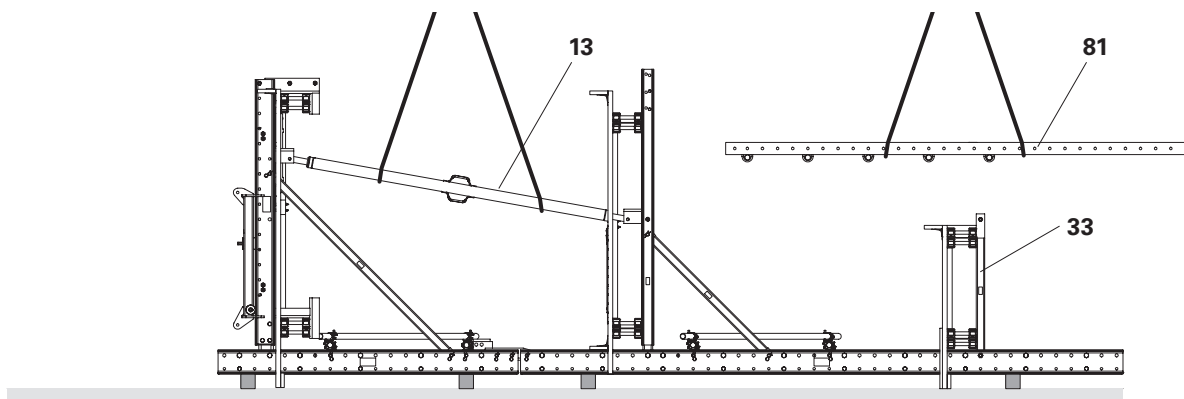

Fig. E2.02
3. Fissare l'albero della struttura (**13**) in modo tale che non cada a terra, rimuovere i perni di montaggio e sollevare l'albero della struttura da un lato. (Fig. E2.02)